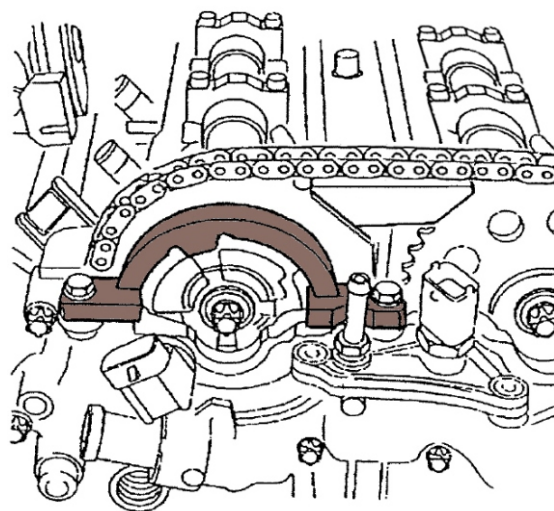

Fig.2
- 5- Instale a placa de ajuste do eixo de cames nas ranhuras na parte traseira das árvores de cames. (Fig.2)